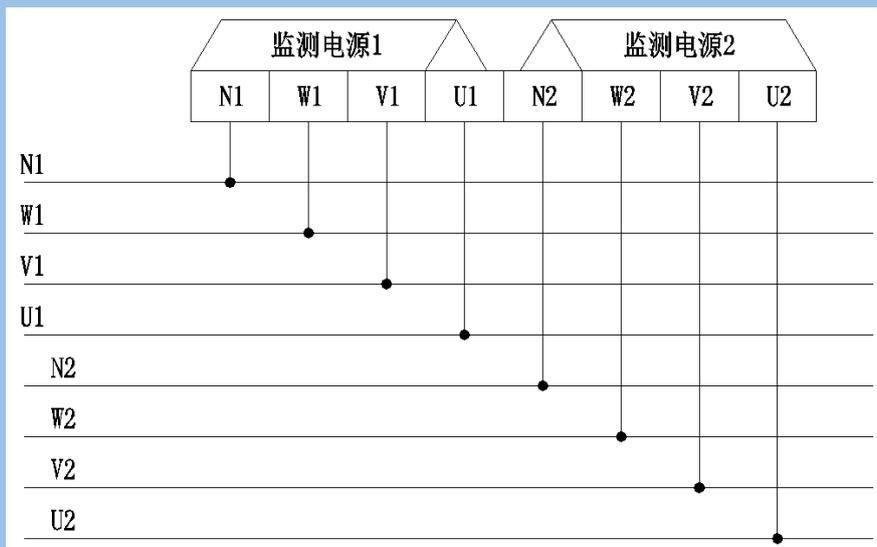

图 4：二路三相电压传感器-监控电源接线图
(3) 被监控电源按照图 4 方式接入传感器, 被监控电源也可以从互感器接入 (每相一个)。
(4) 当系统开通以后, 可以对传感器进行逐个测试。
(5) 传感器离控制器的最远距离不大于 1200m, 且末端电压不能小于 18V。二总线的线径不小于 1mm^2 ; 在弱电竖井内, 二总线的线径不小于 1.5mm^2 。